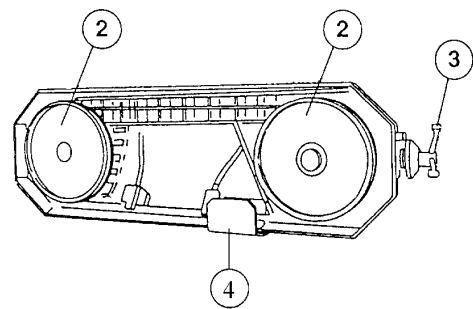

Figure 4
2. Démontez la brosse du guide ruban arrière (A).
3. Enlever la protection guide ruban (4 fig.4).
6.  Détendre le ruban au moyen du volant de tension (3 fig.4) avec précaution (risque de retour du ruban).
7. Retirer le ruban défectueux des poulies (2 fig.4) avec précaution.
8. Nettoyer les guides ruban (8 et 11 fig.1) et les poulies (2 fig.4) de façon à éliminer l'amalgame de copeaux (principale cause des faux équerrage de coupes).
13. Remonter la protection du guide ruban (4 fig.4).